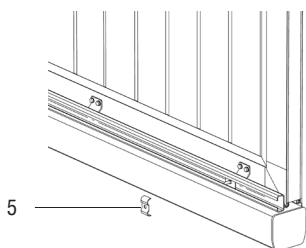

Рисунок 3
3. Поверх С-профиля наложите скобу (5) таким образом, чтобы болт попал в отверстие скобы (см. рисунок 3).